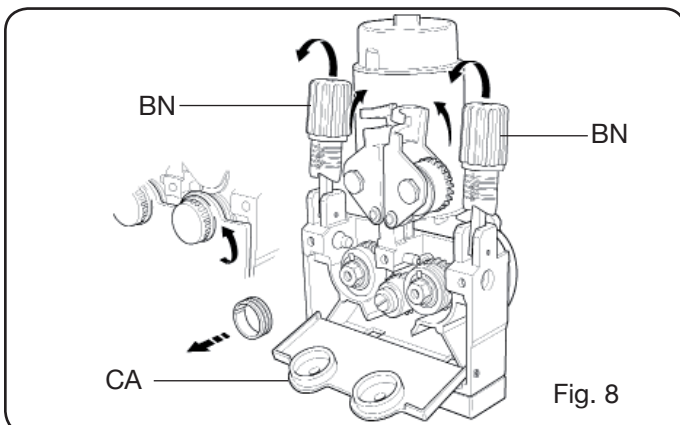

Fig. 8
- Controlar que la ranura de los rodillos corresponda al diámetro del hilo utilizado. Para realizar esto actuar como sigue (Fig. 8):